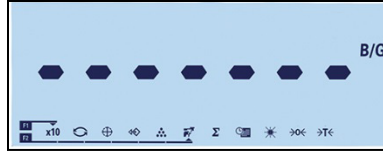

Figura 2-22: Display Que Indica a Coleta de Valores de Peso no Progresso
1. Coloque os animais na plataforma e pressione a tecla de função “pesagem de animal” . Embora o terminal colete os valores de peso, “-----” é exibido (Figura 2-22). O processo leva de 2 a 3 segundos. Para atingir uma maior precisão, os primeiros 14 valores de peso são descartados e os próximos 56 valores são coletados para uso no cálculo.